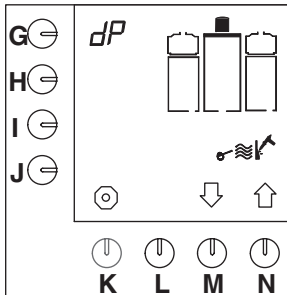

Abb. 18 Starten des Entkalkungsprogramms für das Kaffeebrühsystem
- Jetzt erscheint das Entkalkungsprogramm im Display (Abb.18).
- Drücken Sie so lange auf die Programmier taste (G.) bis Abb.18 wieder im Display erscheint.